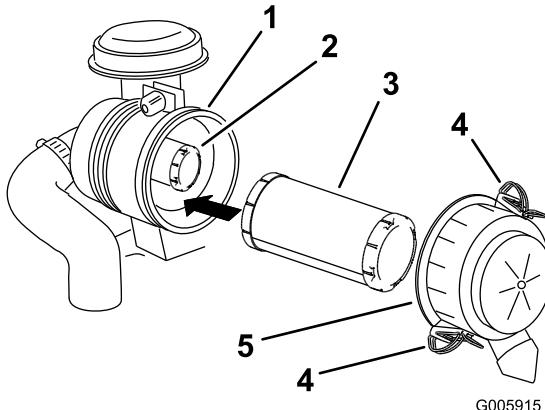

Figura 49
3. Abra los cierres del limpiador de aire y tire de la tapa del limpiador de aire para separarla del cuerpo del limpiador de aire (Figura 49).
5. Extraiga con cuidado el filtro primario del cuerpo del limpiador de aire (Figura 49).
5. Sujete la tapa con los enganches (Figura 49).
2. Si va a cambiar el filtro interno, deslícelo cuidadosamente en el cuerpo del filtro (Figura 49).
3. Deslice cuidadosamente el filtro primario por encima del filtro interno (Figura 49).